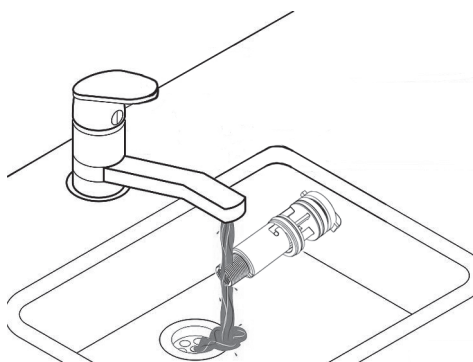
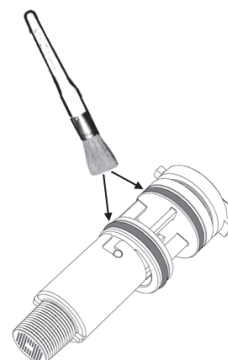

fig. 47
fig. 48
- În acest mod se poate curăța debitmetrul (vezi fig. 47 și fig. 48) sau înlocuiți componentele.